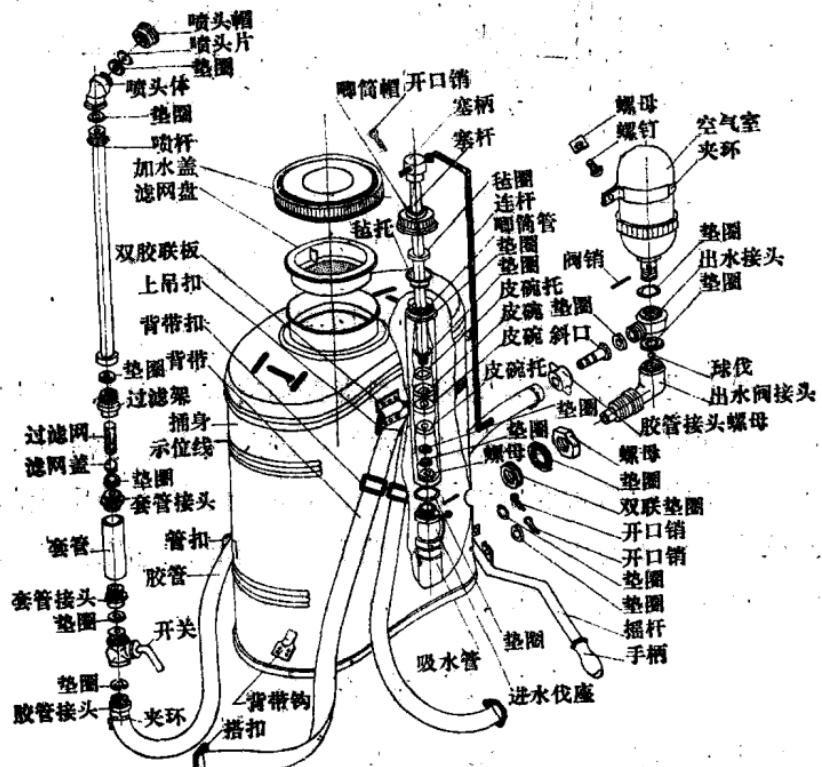

图5 工农-16型背负喷雾器结构图
这种喷雾器由摇杆、唧筒、气室、药桶和喷射部件等组成。详细结构见图5。
1. 按结构图(图 5)安装各部件。